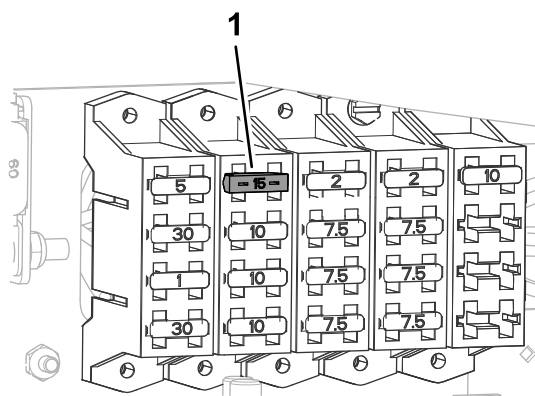

Figure 54
- Remplacez le fusible grillé du circuit des feux de route dans la fente de la colonne B, rangée 1 (Figure 54).